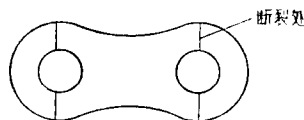

图3 链片断裂图
(1) 翻转架左右两边的弹簧易断, 同时有弹簧时, 倒碴最少需二次以上(一次倒净的很少)才能倒净。弹簧拉断后, 因无备品, 故未使用它, 发现大多数一次能倒净。但与此同时也出现铲斗复位下降较慢现象。我们认为弹簧拉断的原因有二: 一是硬脆; 二是受力不均。需多次倒碴的原因是弹簧拉力太大, 铲斗复位过快所致。因此需加改进。
(2) 我们将拆下的断裂链片详细进行观察, 发现大多数均从颈部断裂(见图3), 建议以后制造时可考虑将该处尺寸适当加大, 整个链片加厚, 以增加强度。